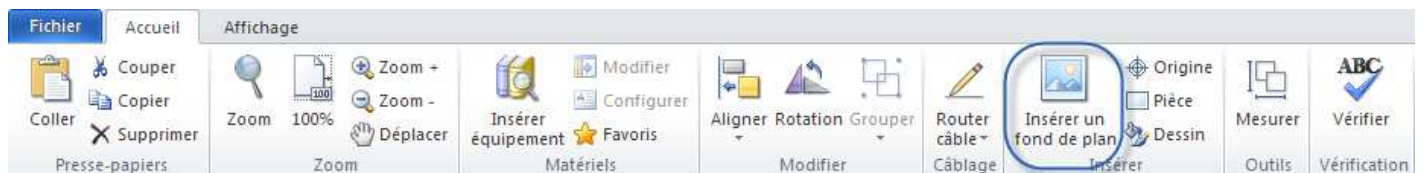
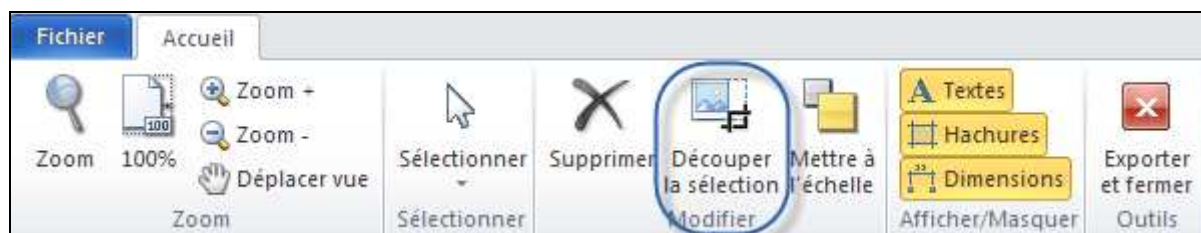

Fig. 4
Fig. 5
-Cliquer sur **Insérer un fond de plan** (Fig. 4)
-Pour rogner la partie du dessin que l'on souhaite, cliquer sur **Découper la sélection** (fig. 4) et encadrer la partie à conserver (Fig. 5)